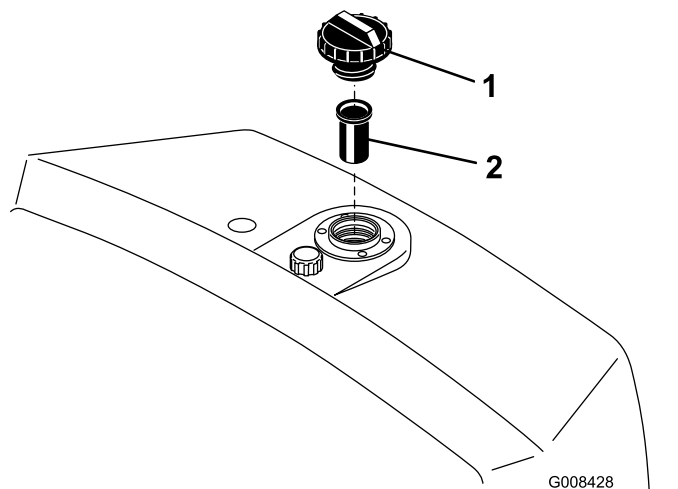

図 47
2. オイルタンクのキャップを取って油量を点検する。補給口の首の根元部分まであれば適正である 図 47